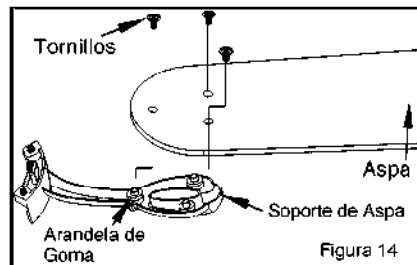

Figura 14
Paso 1 Liga la aspa al soporte de la aspa usando los tornillos como mostrado en la Figura 14. Repeté esto con los dos últimos tornillos.